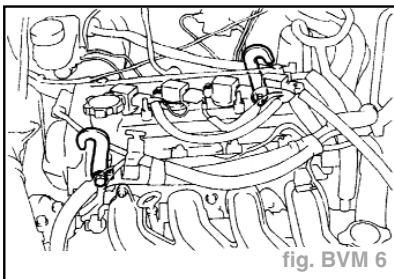

fig. BVM 6
- Poser les 2 supports du moteur n°1 avec les boulons dans la bonne direction (fig. BVM 6) :